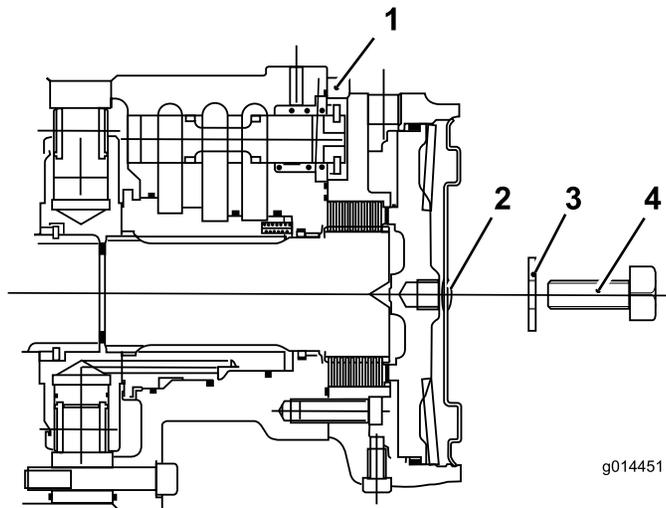

Figura 48
C. Montate il tappo esagonale sulla piastra di chiusura del motorino (Figura 48).